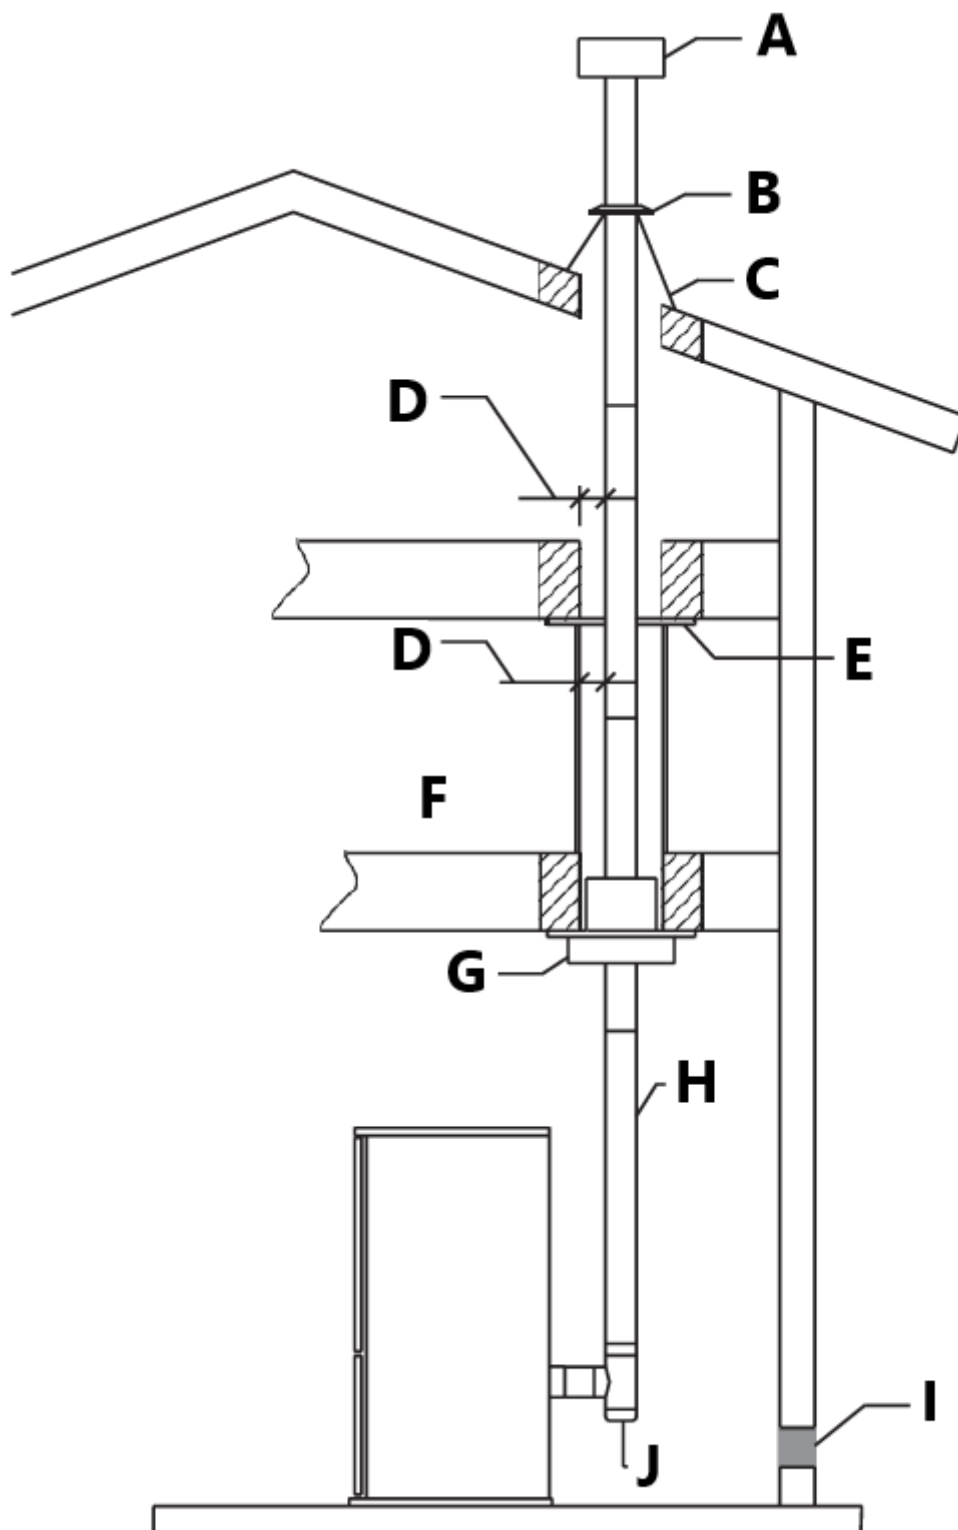

fig. 10
- Installare il supporto nero per soffitto da sotto il livello della trave e fissarlo con chiodi a spirale o viti da 4-1,5" (102 mm - 38 mm) (Fig. 10). In alternativa, è possibile utilizzare un gruppo di supporto al posto del supporto nero del soffitto. Il gruppo di supporto si adatta all'apertura del soffitto dal basso ed è fissato ai travetti con chiodi a spirale o viti da 4 -1,5" (102 mm - 38 mm) (Fig.10).
- I prodotti antifluco sono necessari laddove lo sfiato penetra nel pavimento o nel soffitto. Praticare un foro della dimensione adeguata nel soffitto/pavimento e installare il prodotto antifluco da sopra o da sotto il travetto. Fissare il antifluco con chiodi attraverso gli angoli (Fig. 10).